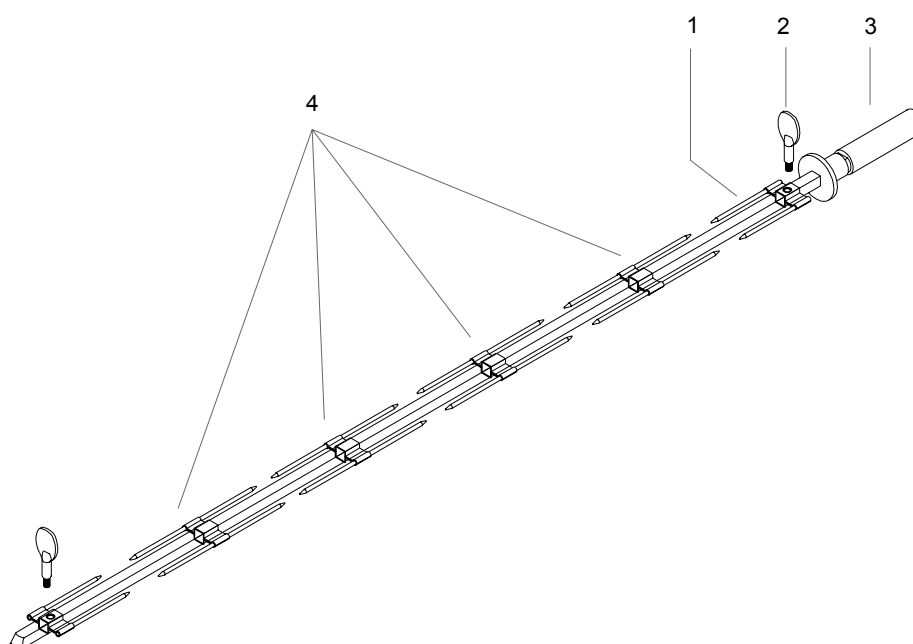

Fig.5
- Placez le pic simple (1) sur la broche (3) jusqu'à ce qu'il arrive sur l'arrêt de celle-ci et fixez le avec la vis (2) Fig.5
- Placez ensuite le poulet sur la broche en le fixant avec le pic placé avant introduisez sur la broche en pic double (4) et un poulet, répétez cette opération jusqu'au chargement de la broche et placez en dernier un pic simple et fixez le avec sa vis.